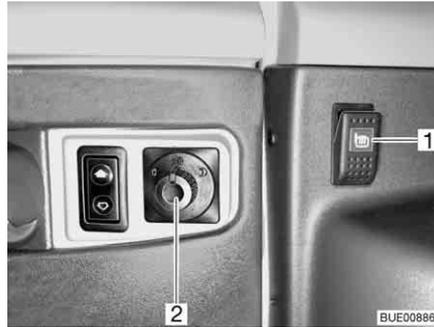
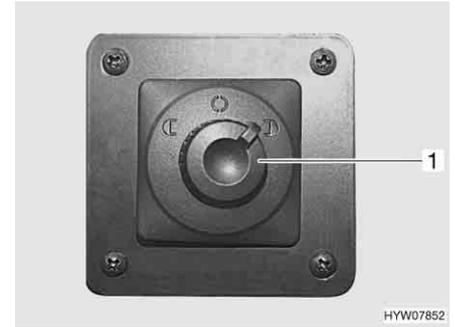

Fig. 22 Interruptor de ajuste de los retrovisores exteriores y de la calefacción de los retrovisores exteriores
Fig. 23 Interruptor de ajuste de los retrovisores exteriores
- Seleccionar el retrovisor exterior que se desea ajustar. Para esto, girar el interruptor giratorio (Fig. 22,2 ó Fig. 23,1) hacia la izquierda o hacia la derecha.
- Empujar el interruptor (Fig. 22,2 ó Fig. 23,1) hacia la dirección deseada.
- Pulsar el interruptor (Fig. 22,1) en el salpicadero. La luz de control en el interruptor indica el funcionamiento.